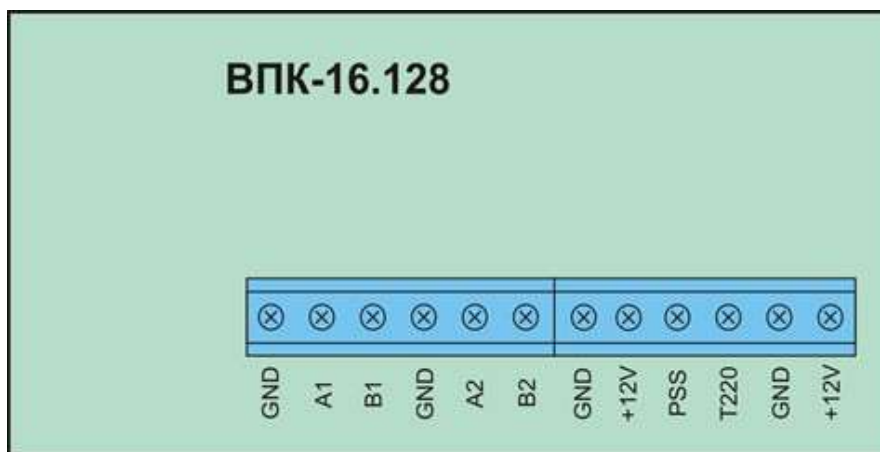

Рисунок 7.8 - Клеми підключення ВПК
Клеми підключення ВПК наведені на рис. 7.8.
- З'єднати відповідні клеми ВПК: A1, B1, A2, B2, GND з клемми ППКП: A1, B1, A2, B2, GND. (рис. 7.8.) Клеми з позначенням A1, B1 (A2, B2) мають